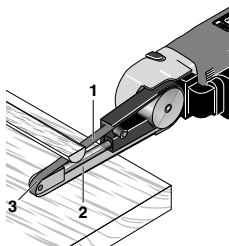

Fig. 3
2. Die Schleiffläche **2** (Fig. 3) eignet sich besonders zum Bearbeiten von planen Flächen. Mit der Schleiffläche **1** bearbeitet man am besten Rundungen.